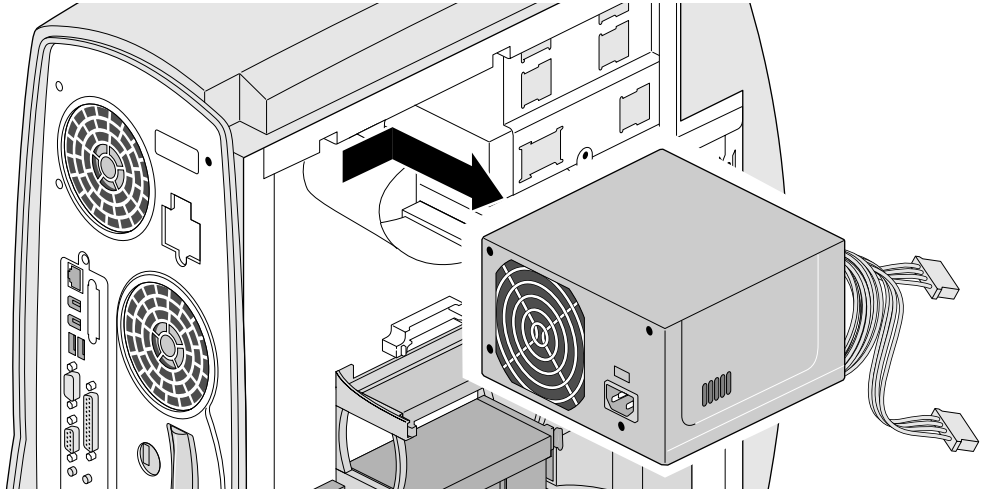

Figure 7-3 Retrait du bloc d'alimentation du système
6. Retirez avec précaution le bloc d'alimentation, comme indiqué à la Figure 7-3.